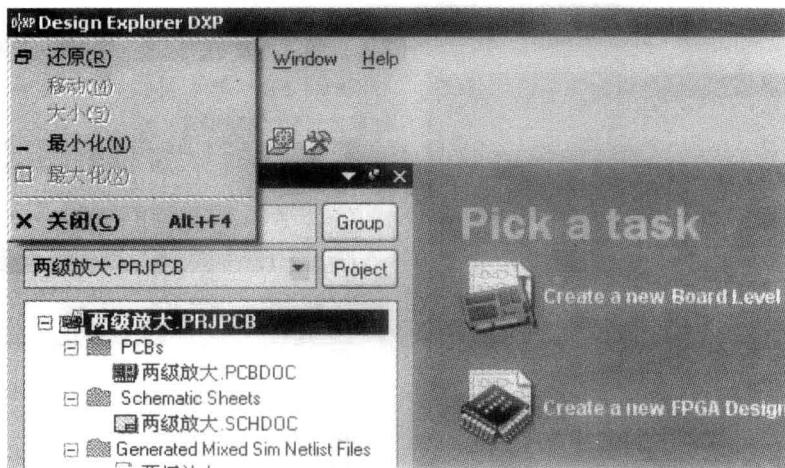

图 1-4 关闭 Protel DXP
- ① 在 Protel DXP 主窗口的标题栏中单击右上角的 按钮。
- ② 在 Protel DXP 主窗口的标题栏中单击左上角的应用程序图标 ，在弹出的下拉菜单中选择“关闭”选项，如图 1-4 所示。